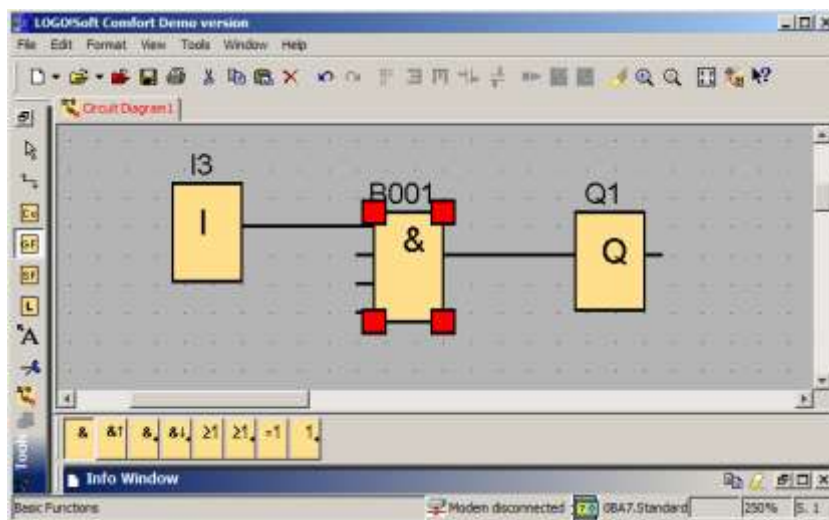

Рис. 4.3. Последовательное соединение
**Шаг 1:** На выходе Q1 имеется последовательное соединение нормально открытого контакта S3 с другим компонентом схемы. Последовательное соединение соответствует блоку AND [И]. На рис. 4.3 представлено это соединение.